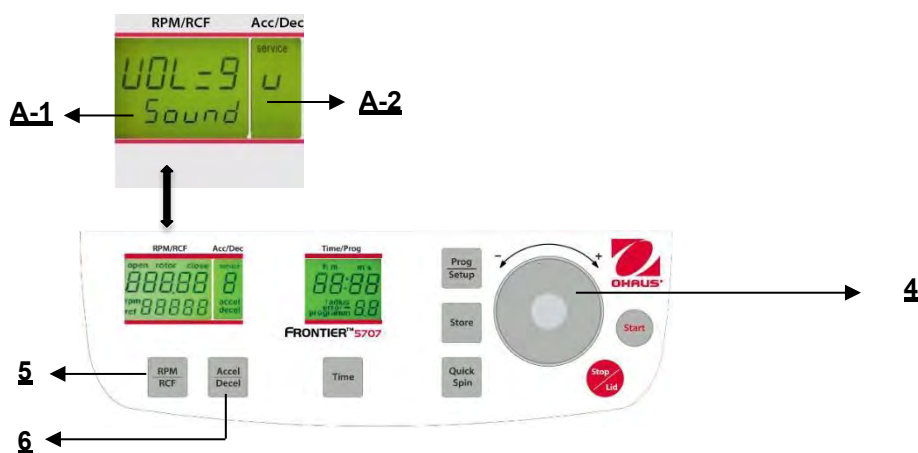

Figure. 30
Poursuivre conformément à la description du paragraphe 4.1.2 pour entrer dans ce mode de programme et appuyer ensuite sur la touche **"Accel/Decel"** (6). Sur l'affichage **"Acc/Dec"** (A-2), le mot **"Service"** clignote. Sélectionner maintenant la lettre **"U"** avec le cadran de réglage (4). Ceci entraîne l'apparition des mots **"Vol=0-9/Sound"** sur l'affichage **"RPM/RCF"** (A-1). Après avoir appuyé sur la touche **"RPM/RCF"** (5), l'utilisateur peut régler le volume désiré entre 0 (faible) et 9 (fort) avec le cadran de réglage (4) (voir la figure 30).